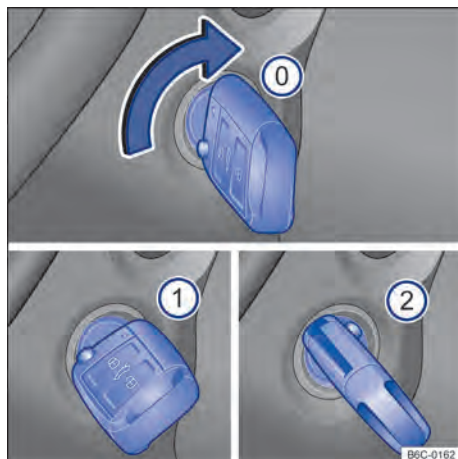

Fig. 85 Ao lado do volante, à direita: posições da chave do veículo no cilindro da ignição.
Posições da chave do veículo → **Fig. 85**
- ① Ignição desligada. A chave do veículo pode ser retirada.
- ② Ignição ligada.
- ③ Pisar no pedal do freio e ligar o motor. Quando o motor pegar, soltar a chave da ignição. Ao soltar, a chave do veículo retorna à posição → **Fig. 85** ①.
- Girar a chave do veículo na posição → Fig. 85 ①. A ignição está ligada.
- Girar a chave do veículo no cilindro da ignição para a posição → Fig. 85 ② – não acelerar. Quando o motor começar a funcionar, soltar a chave do veículo no cilindro da ignição.
- *Veículos com cilindro da ignição*: girar a chave do veículo no cilindro da ignição na posição → Fig. 85 .